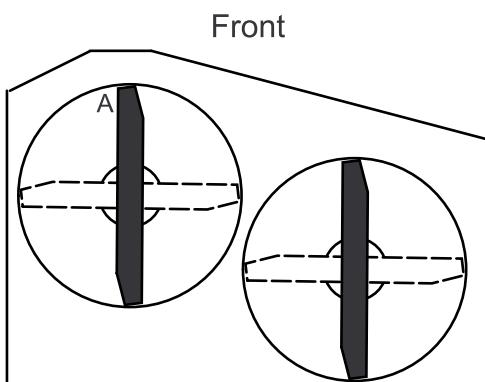

Figure 70
3. Placez la machine sur une surface plane, et tournez une lame dans le sens longitudinal. Mesurez au point A et entre la surface plane et le bord coupant des pointes des lames (Figure 69) Pour les plateaux de coupe de 36 pouces, reportez-vous à la Figure 70.